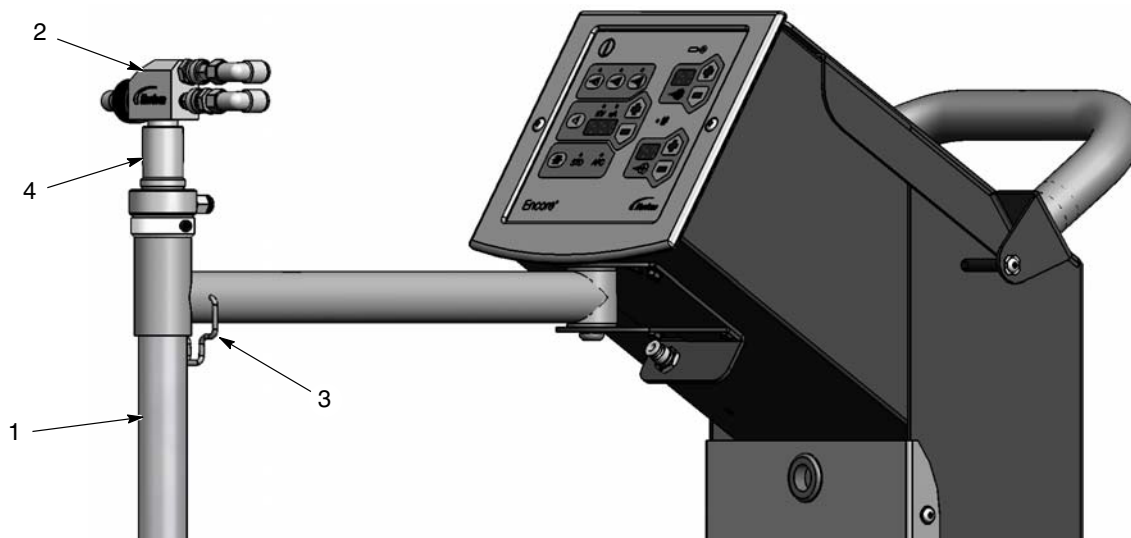

Рис. 3-7 Монтаж всасывающей трубки и насоса распылителя Encore LT
4. См. рис. 3-7. Отвести скобу трубки в сторону и установить всасывающую трубку (1) в штанге.
5. Установить насос (3) на крепление насоса (2) легким вращательным движением.